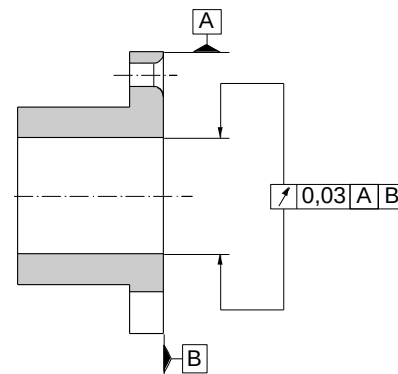

Рис. 3
- ❑ Надо выполнять рекомендованные допуски для отверстий в отношении расположения и ширины допуска, при этом должны соблюдаться допуски радиального и торцевого биения 0,03 мм (см. Рис. 3).